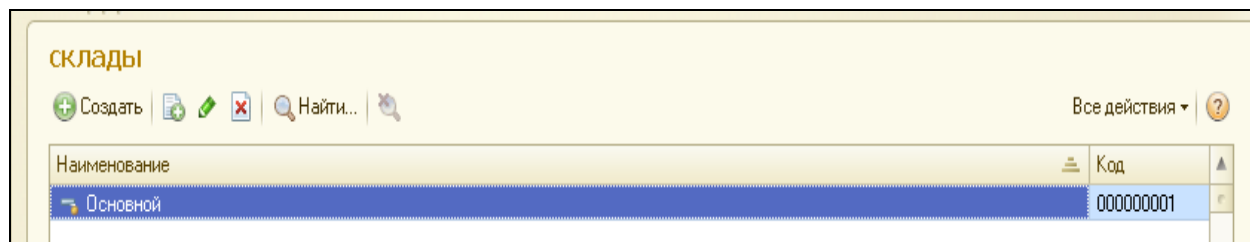

Рисунок 1.19 Предопределенный справочник
34. Обновить базу данных и запустить 1С:Предприятие и убедиться в том, что справочник создан. В панели действий подсистемы **Учет материалов** появилась команда **Склад**. В панели навигации появилась команда **Склады**. Выполнить команду **Склады**. В списке находится предопределенный справочник **Основной** (рис.1.19).